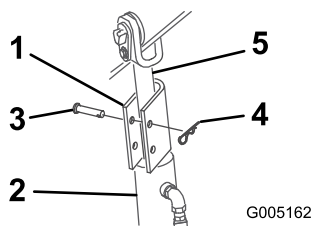

Figura 20
4. Posizionate un blocco del cilindro del braccio caricatore sull'asta di ogni cilindro di sollevamento (Figura 20).
5. Fissate ogni blocco del cilindro del braccio caricatore con un cavallotto con perno e una coppiglia (Figura 20).